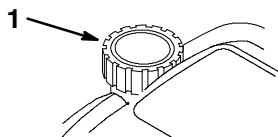

Figure 9
1. Nettoyez la surface autour du bouchon du réservoir de carburant (Fig. 9).